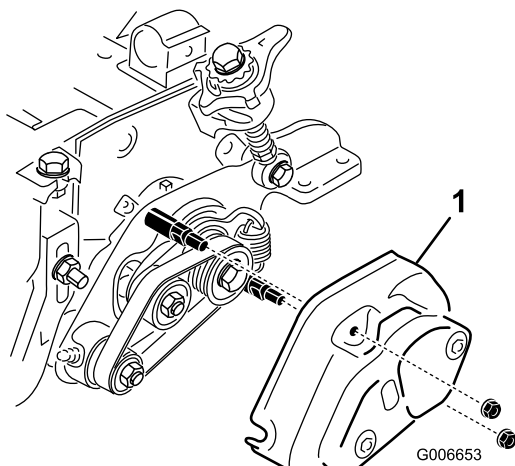

Figura 51
8. Verificate che i dadi sui carter dell'elemento grooming e della spazzola rotante (Figura 51) non siano serrati eccessivamente.